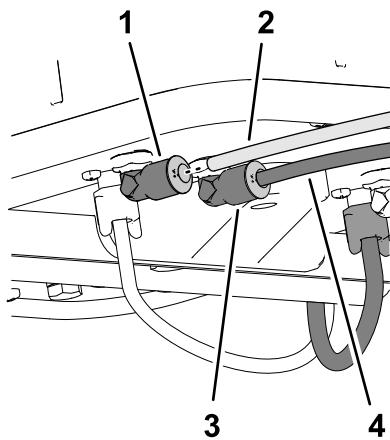

Figura 144
- Inserite il tubo trasparente nel raccordo dell'aria nella piastra del compressore laterale (Figura 143 e Figura 144).
- Inserite il tubo blu nel raccordo del liquido nella piastra del compressore laterale (Figura 143 e Figura 144).